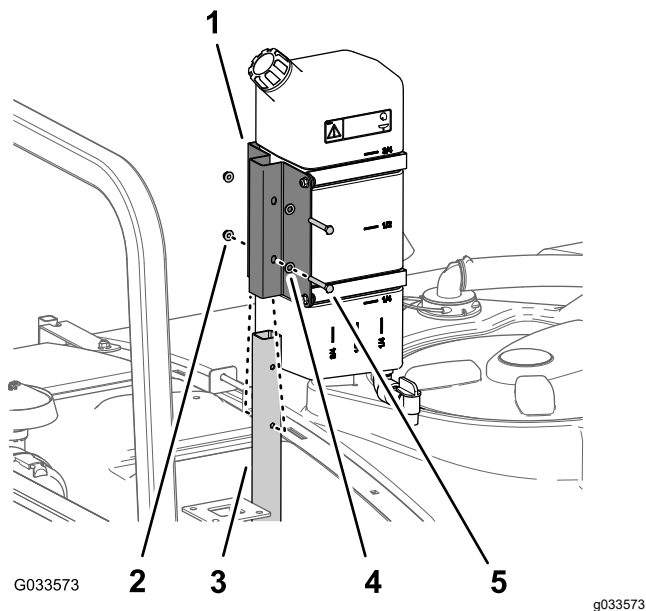

Bild 47
1. Montieren Sie den Frischwasserbehälter und die Befestigung mit den zwei Schrauben (5/16" x 2¼") und zwei Sicherungsbundmuttern (5/16") am Stützrohr, wie in Bild 47 abgebildet.